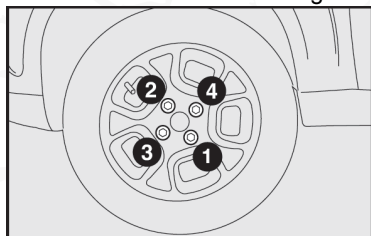

fig. 11
- 12) Apriete a fondo los tornillos, pasando de un tornillo al otro diagonalmente opuesto siguiendo el orden ilustrado en la fig. 11.